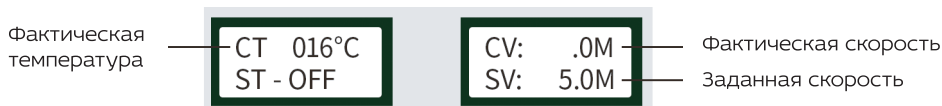

Рис. 1
1. Подключите автомат к источнику питания. Включите питание автомата главным выключателем (23). На ЖК-дисплее будут отображаться настройки, как показано на *рис. 1*. При этом нагрев выключен, аппарат горячего воздуха работает на обдув холодным воздухом.